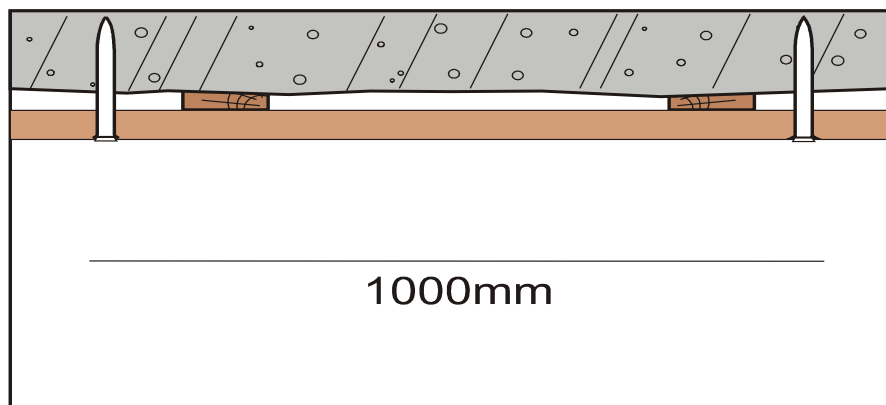

Рисунок 2
3. Крепления подрешетников можно установить примерно через каждые 100 см дюбелями и винтиками (см. Рисунок 2). При нивелировке можно для регулировки расстояния между потолком и решетина использовать деревянные клинья
установить примерно через каждые 100 см дюбелями и винтиками (см. Рисунок 2). При нивелировке можно для регулировки расстояния между потолком и решетина использовать деревянные клинья. Под краевые шпунты панелей *Quatro* отдельных решетин или других закреплений не требуется.